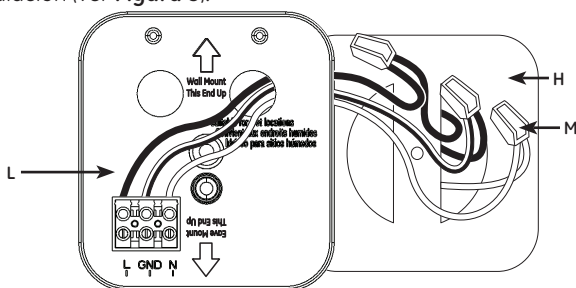

Figura 5
- c. Revise el diagrama final de conexión del cableado antes de continuar con la instalación (ver **Figura 5**).